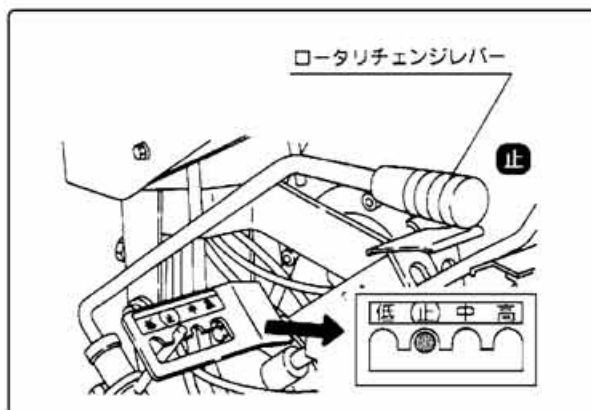

図14
- ③ロータリチェンジレバーを [止] の位置にします。(図14)